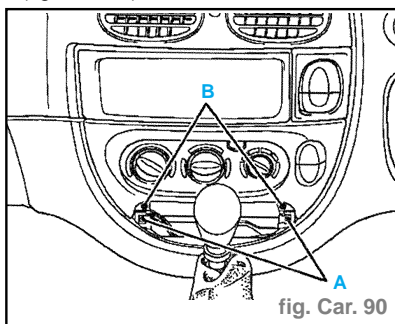

fig. Car. 90
- Déposer les vis du support cendrier (A). (fig. Car. 90)